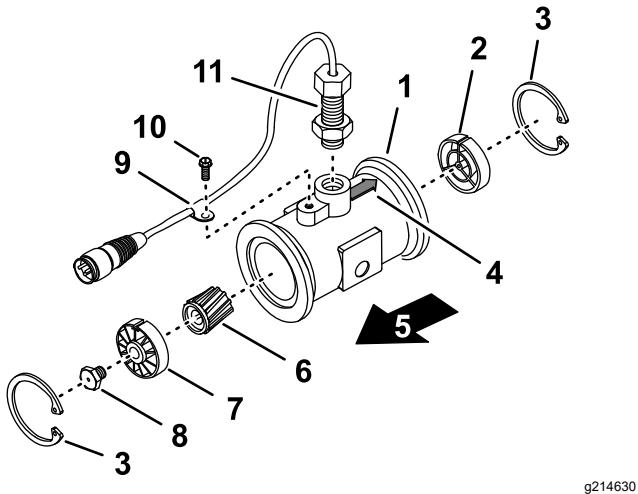

Figure 121
3. Retirez le circlip en amont (Figure 121).